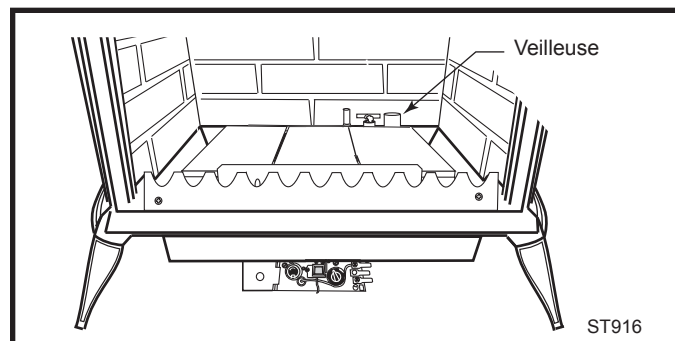

Fig. 77 Localisez la veilleuse.
1. Localisez la veilleuse. (Fig. 77)